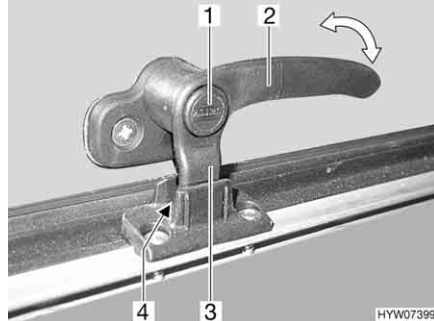
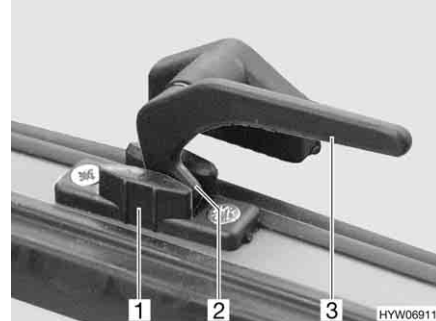

Fig. 60 Palanca de bloqueo con botón de seguridad en la posición de "ventilación continua"
Fig. 61 Palanca de bloqueo en la posición de "ventilación continua"
- En la posición "ventilación continua" (Fig. 60 y Fig. 61)
- Si existe, pulsar el botón de seguridad (Fig. 60,1) y mantenerlo pulsado.
- Girar la palanca de bloqueo (Fig. 60,2 ó Fig. 61,3) un cuarto de vuelta hacia la mitad de la ventana.
- Girar de nuevo hacia atrás la palanca de bloqueo. El saliente de bloqueo (Fig. 60,3 ó Fig. 61,2) de la palanca de bloqueo se ha de introducir para ello en el rebaje del bloqueo de la ventana (Fig. 60,4 ó Fig. 61,1).
- Si existe, soltar el botón de seguridad (Fig. 60,1).